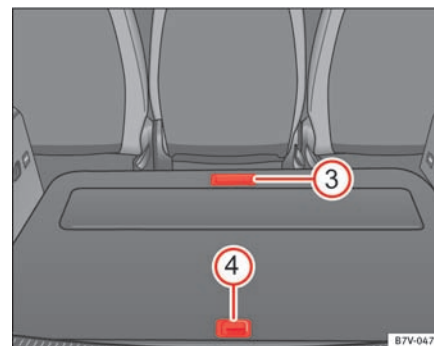

Fig. 114 I bagagerumsbunden: flere opbevaringsrum
Åbning af forreste opbevaringsrum ⇒ Fig. 114 ③:	▷ Klap den forreste del af bagagerumsbunden bagud ved hjælp af grebet.
Åbning af bageste opbevaringsrum ⇒ Fig. 114 ④:	▷ Træk den bageste del af bagagerumsbunden op ved hjælp af grebet.